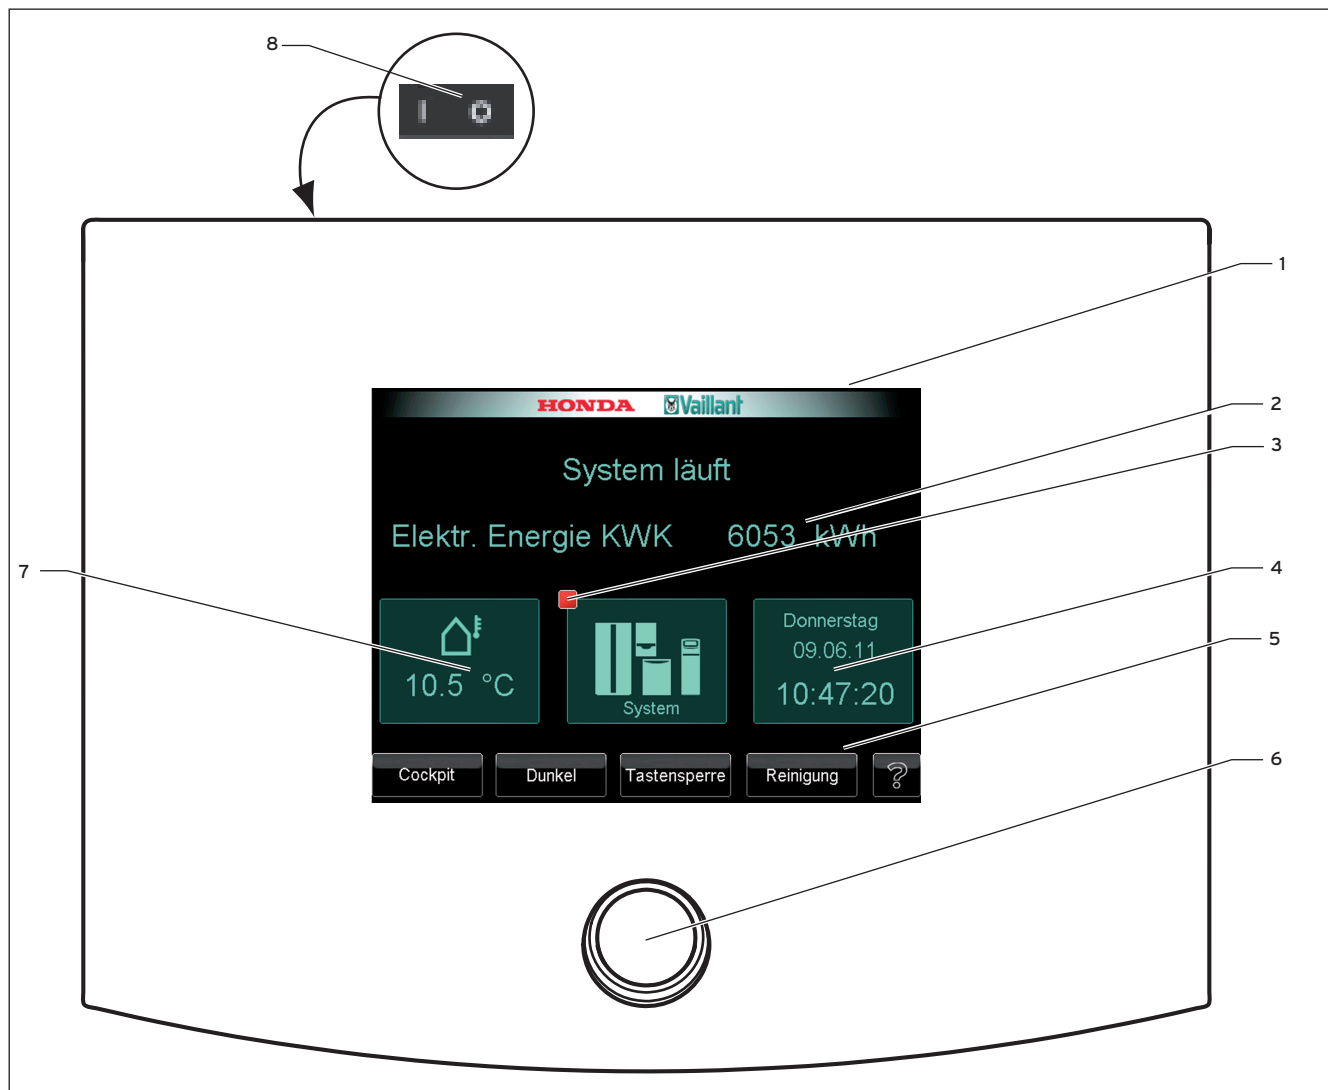

Abb. 5.1 Systemregler ecoPOWER 1.0
Auf Abb. 5.1 sehen Sie eine Statusanzeige (3). Statusanzeigen finden Sie nicht nur auf der Startseite, sondern auch auf anderen Anzeigen. Der Status wird durch ein Farbfeld angezeigt. Die Farbfelder haben folgende Bedeutung:
Auf der Startseite (→ Abb. 5.1, Pos.1) zeigt die Anzeige die produzierte elektrische Energie des Systems (2) an, die aktuelle Außentemperatur (7), Datum und Uhrzeit (4), den Status des Systems (3) sowie den Systemzustand.
Der Regler verfügt über Schaltflächen im mittleren Bereich und Auswahlkosten in der Fußleiste der Anzeige. Der Drehknopf unterhalb des Displays (→ **Abb. 5.1, Pos. 5**) dient der Änderung der Einstellwerte wie z.B. Temperatur oder Zeit.
Mit dem Drehknopf (→ **Abb. 5.1, Pos. 5**) können Sie einen ausgewählten Einstellwert verändern. Die Einstellwerte werden stets in einem grünen Feld dargestellt: